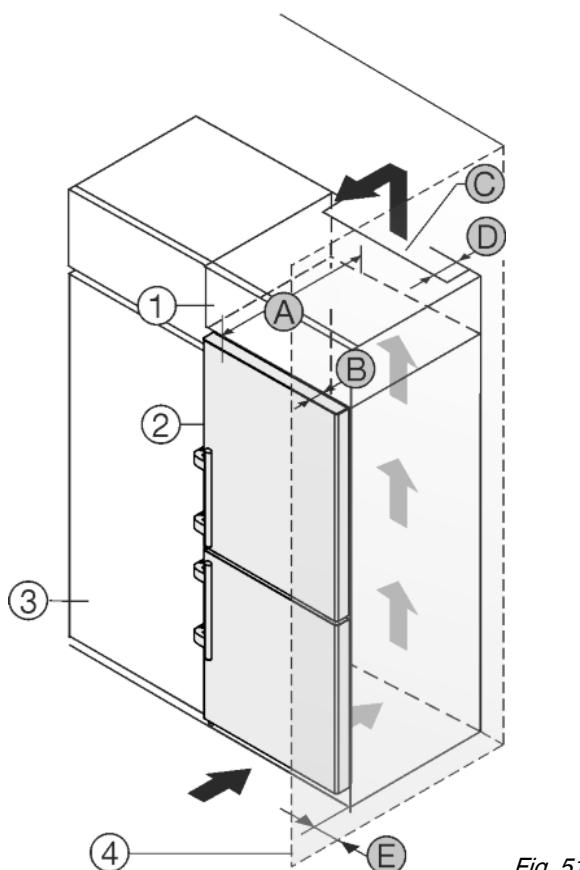

Fig. 51
Пристрій можна комбінувати з кухонними шафами. Для того, щоб пристрій Fig. 51 (2) вирівняти по висоті кухонної секції, на пристрій можна встановити антресольну секцію Fig. 51 (1).
Пристрій можна встановлювати безпосередньо поряд з кухонною шафою Fig. 51 (3). Для повного відкриття дверей пристрій повинен виступати на глибину Fig. 51 (B) відносно передньої панелі кухонної шафи. Залежно від глибини кухонних шаф та використання пристінних розпірок пристрій можна встановити так, щоб він виступав вперед.
- Задня сторона антресольної шафи повинна мати вентиляційний канал глибиною Fig. 51 (D) вздовж всієї ширини шафи.
- Під стелею приміщення слід дотримуватися поперечного перерізу вентиляційного відведення повітря Fig. 51 (C).
Якщо пристрій з шарнірами встановлюється поряд зі стінкою Fig. 51 (4), то між пристрієм та стінкою слід додержуватися відстані Fig. 51 (E). Це відповідає виступу ручки при відкритих дверцях.